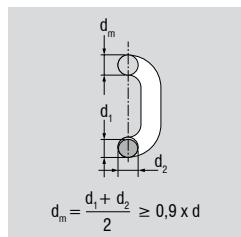

Abb. 11: Abnahme der Dicke des Kettengliedes
- Abnahme der Dicke des Kettengliedes an irgendeiner Stelle im Mittel um >10% (Abb. 11)